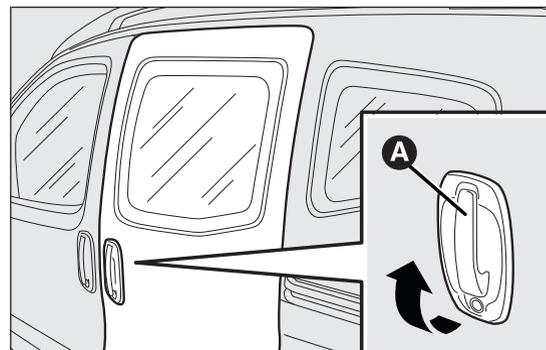

fig. 57
**Apertura:** girar la pieza metálica de la llave en la cerradura y tirar de la manilla A fig. 57 en el sentido indicado por la flecha, a continuación, desplazar la puerta hacia la parte trasera del vehículo hasta que el tope la detenga en el final de recorrido.
**Cierre:** empujar la manilla A fig. 57 hacia la parte delantera del vehículo. Girar la llave hasta la posición de la parte metálica de la llave en sentido de cierre.